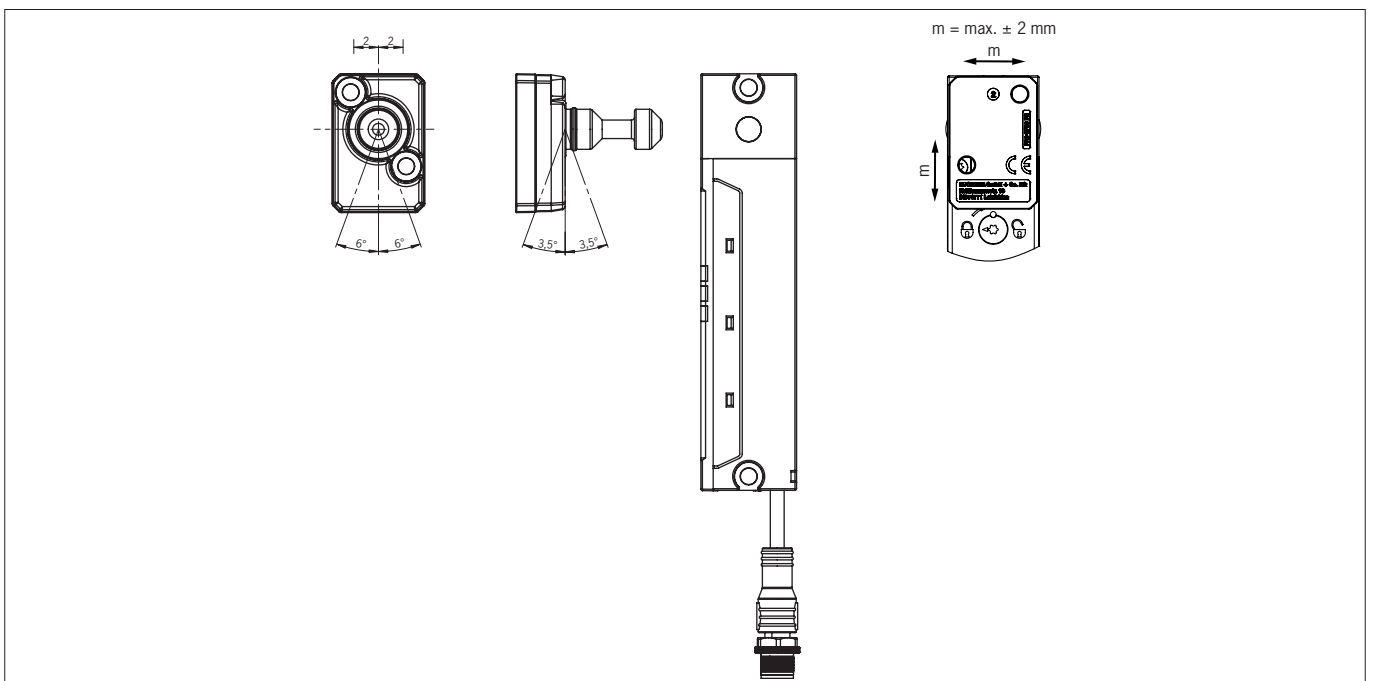

Bild 4: Maximale Betätigerauslenkung und maximaler Mittenversatz
- Beachten Sie die zulässigen Neigungswinkel zwischen Schalter und Betätiger (siehe *Bild 4*).